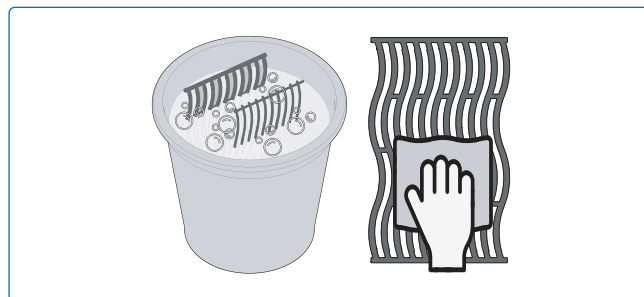

Fig. 19
2. Rincez-les à l'eau chaude et séchez-les soigneusement à l'aide d'un chiffon doux pour éviter qu'elles ne rouillent (**Fig. 19**).